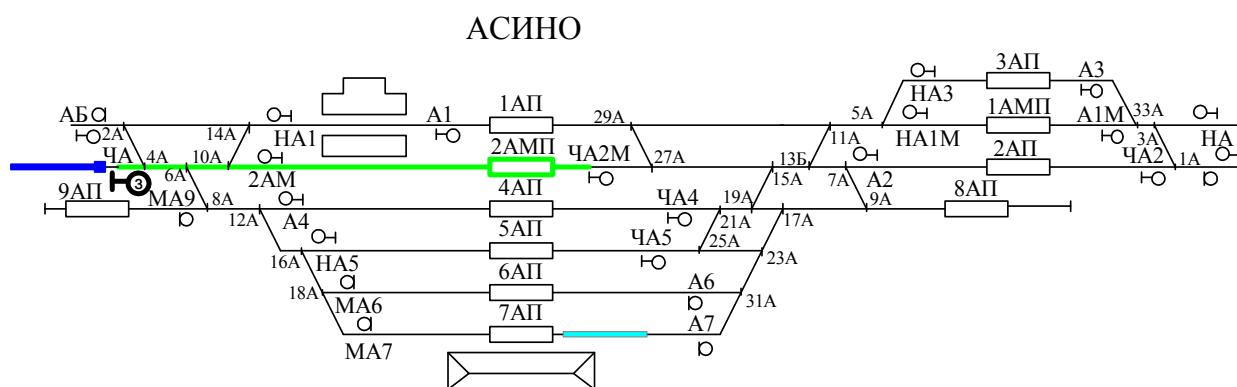

Рис. 6. Прибытие поезда № 2004 на станцию Асино
*Стрелки, входящие в маршрут, автоматически переводятся в соответствующее положение, светофор ЧА загорается зеленым цветом, путь – белым цветом, поезд заезжает на путь 2AM, занятость пути показывается красным цветом (рис. 6).*